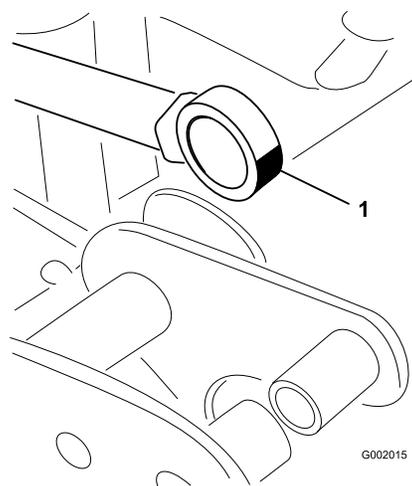

**Figura 37**
7. Enquanto segura na rampa, insira o pino através tanto da articulação da rampa como da barra do acionador (Figura 37).
2. Retire o perno de gancho do pino de articulação (Figura 37).
3. Levante a rampa e retire o pino (Figura 37). Faça descer lentamente a rampa até ao solo.